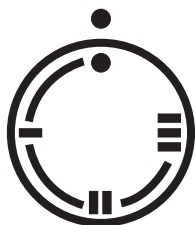
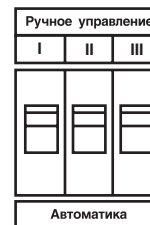
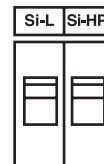

Рис. 11
Рис. 12
Рис. 13
автоматы Si L и Si HP (рис.13) поставить на 0 переключатель I, II, и III поставить на **автоматический режим** (рис.12)
переключатели I, II, III (рис.12) поставить на **ручное управление переключатель температур** (рис.11) поставить на III
12. С помощью переключателя температур (рис.11) может быть установлена желаемая температура прямого хода.